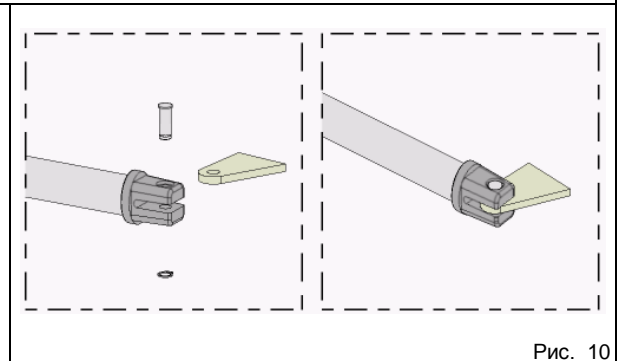

Рис. 10
- 7) К концу штока крепят передний кронштейн, как показано на рис. 10.